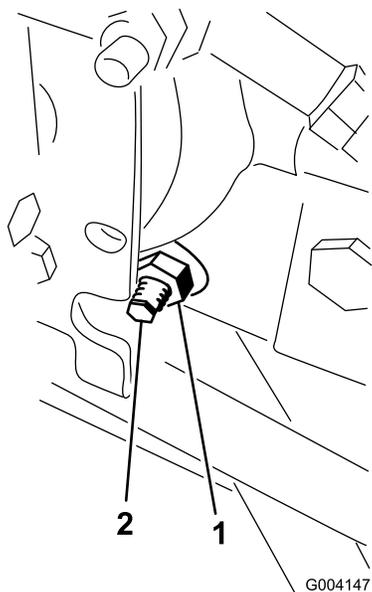

Figura 58
3. Dal lato destro dell'idrostat, allentate il dado di bloccaggio sulla camma di regolazione della trazione (Figura 58).